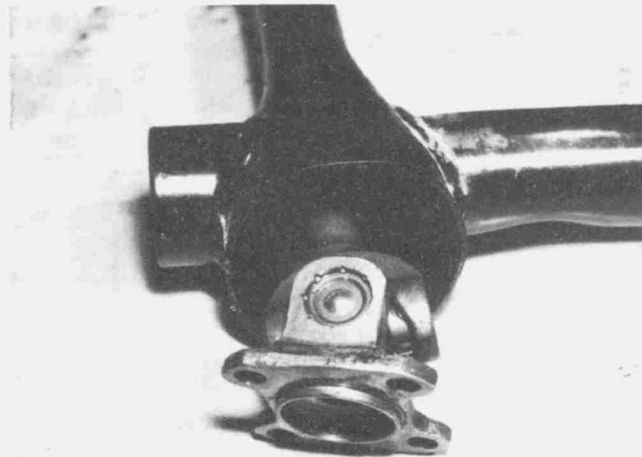

Bild 167
- Die Kreuzgelenklager sind genietet und können nicht ersetzt werden. Sind sie verschlissen, muss die vollständige Welle ersetzt werden. Die Lager dürfen weder wahrnehmbares Spiel noch Unebenheiten aufweisen (Bild 167).